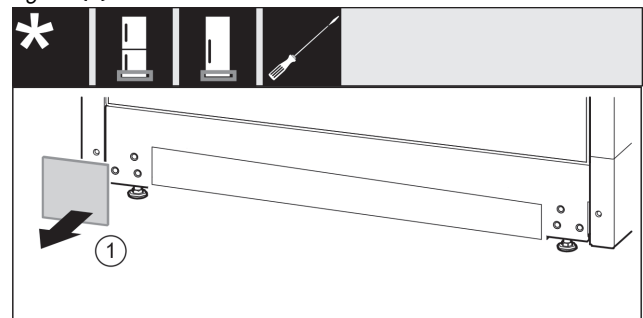

Fig. 15
- Afdekking verwijderen. Fig. 15 (1)